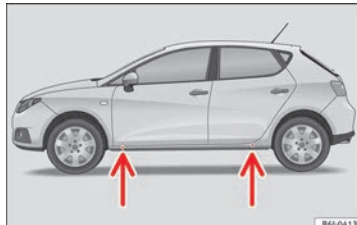

Fig. 59 Points de prise du cric.
- Recherchez sur le bas de caisse la marque du point d'appui du cric (zone renforcée) la plus proche de la roue à changer » fig. 59.